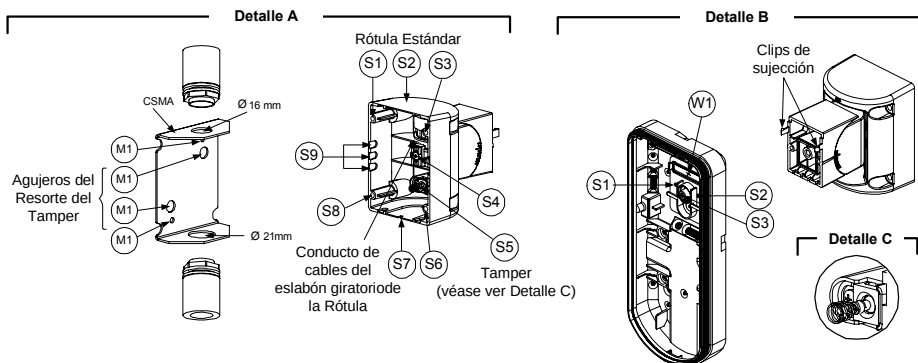

Figura 6
3. Abra los agujeros pre-marcados en la base externa (Figura 6, Detalle B)
4. En el accesorio de la rótula giratoria elimine el agujero pre-marcado que necesite para pasar el cableado por la rótula: S2, S7 o S9 (Figura 6, Detalle A).
5. Extraiga el tamper posterior de la base interna (ver el párrafo "Cambiano la Posición del Tamper Posterior") y conéctelo a S5 (Figura 6, Detalle A) en la Rótula Giratoria Estándar.
- a. Inserte el cableado del cable externo a través de los agujeros pre-marcados S2, S7 o S9 y sáquelos (incluyendo los cables del tamper) a través del Conducto de los Cables de la Rótula Giratoria (Figura 6, Detalle B).
Montaje del Conducto de la Rótula Giratoria (usando el Adaptador de Conducto de Metal de la Rótula Giratoria - CSMA, Figura 6, Detalle A)
- Inserte los cables externos y los cables del tamper desde el conducto a través del conducto de cables de la rótula giratoria (Figura 6, Detalle A).
El resorte del tamper S5 (Figura 6, Detalle A) debe hacer contacto con la pared a través de los agujeros de los resortes del tamper M2 o M3 en el CSMA. Asegúrese de oír el "Clic" del tamper al conectar a la pared.
- Inserte los cables del tamper y el cableado del cable externo de la Rótula Giratoria Estándar a través del agujero pre-marcado W1 en la base externa (Figura 6, Detalle B).